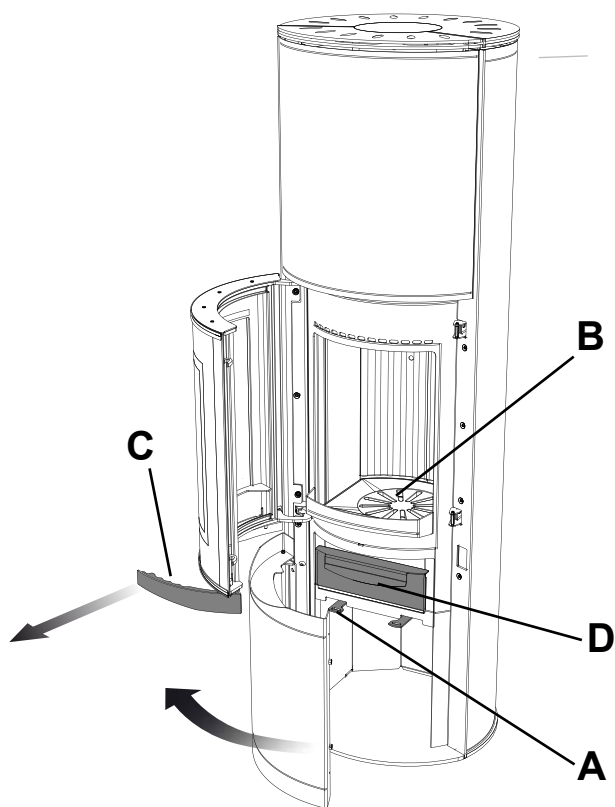

Fig. 7.2.1
- Placer la régulation de l'air en position entièrement ouverte pour raviver le feu (A) (Fig. 7.2.1).
- Agiter la grille (B).
- Tourner la poignée (C) (Fig. 7.2.1), extraire complètement le tiroir (D) et vider complètement le contenu.
- Sacudir la parrilla (Fig. 7.2.1).
- Girar la manilla, sacar el cajón de la ceniza (B) (Fig. 7.2.1) y vaciar totalmente su contenido.